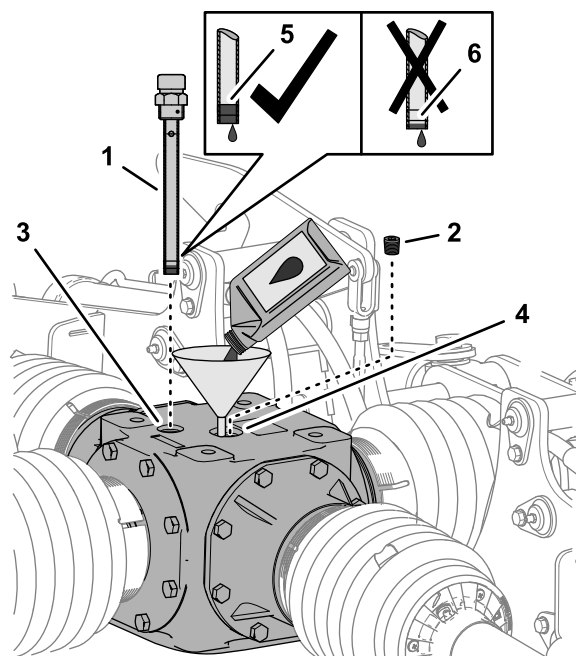

Figure 61
1. Retirez la jauge de l'orifice au sommet du boîtier d'engrenages central et essuyez-la (Figure 61).
2. Retirez le bouchon de remplissage de l'orifice de remplissage en haut du boîtier d'engrenages (Figure 61).
3. Versez 2 484 ml (94 oz liq.) du lubrifiant pour engrenages spécifié dans l'orifice de remplissage (Figure 61).
4. Vissez la jauge dans l'orifice, ressortez-la et vérifiez le niveau de lubrifiant (Figure 61).
6. Revissez et serrez la jauge dans l'orifice de remplissage (Figure 61).
7. Revissez et serrez le bouchon de remplissage dans l'orifice de remplissage (Figure 61).